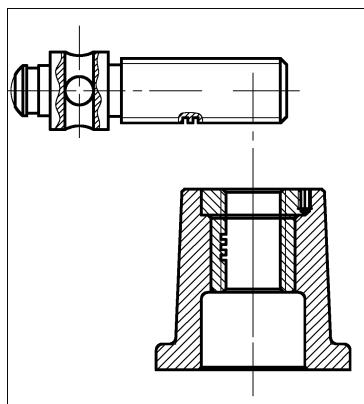

图 11-52 复制螺杆示例
2) 在“QD010 装配图”绘图区, 单击“剪贴板”面板→“粘贴”按钮 \square , 粘贴图形, 如图 11-52 所示。